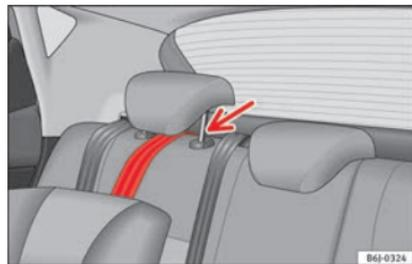

Fig. 28 Cinghia di fissaggio: regolazione corretta e montaggio.
- Collocare la cinghia al di sotto del poggiatesta del sedile posteriore »» fig. 28 (sollevare il poggiatesta se necessario).